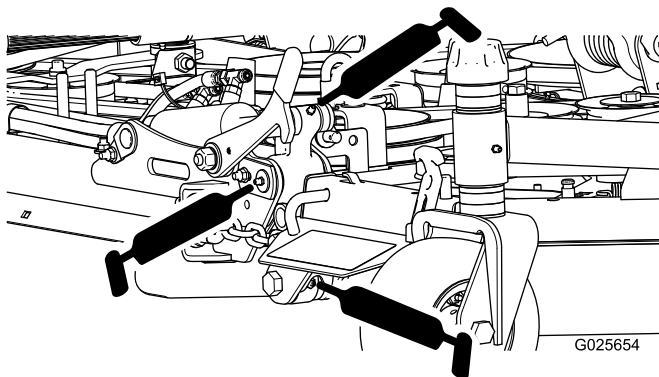

Bild 18
- Seitmäherwerkscharniere (10) (Bild 18)